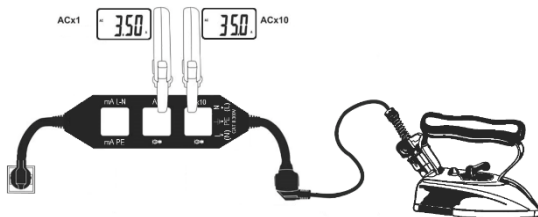

Fig. 2
4. Leggere i valori della corrente di conduzione sull'anello Ax1 oppure dividere per 10 il valore letto sull'anello Ax10 (vedere Fig. 2).